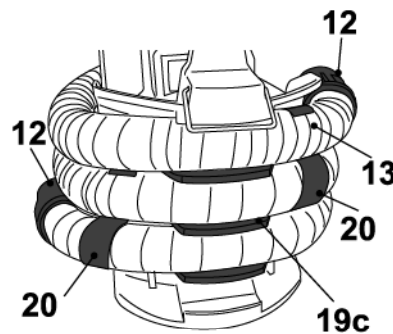

Fig. 6
- > Este producto se suministra con una manguera de aire (13). Está bloqueada en su posición por dos clips de conectores de manguera (20) y el soporte de la manguera de aire (19c) para la seguridad durante el transporte. Retire la manguera de aire (13) de la carcasa del motor (16) antes del montaje y el funcionamiento (Fig. 6).